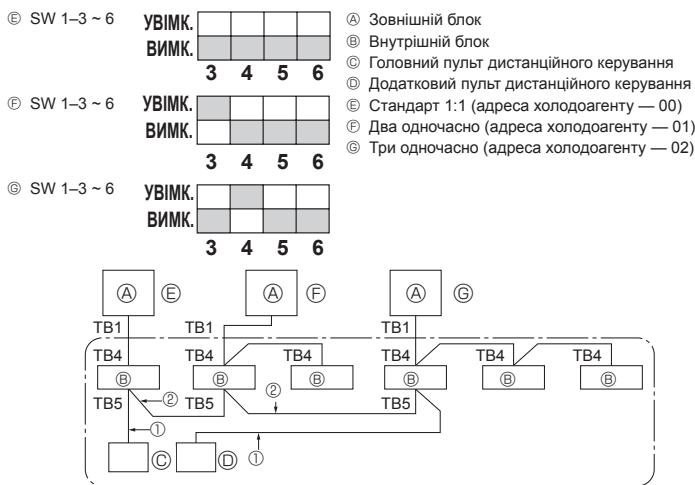

Fig. 9-1
① Потужність джерела живлення (автоматичний вимикач).
② Після закривання рідинного запірного клапана встановіть SWP-перемикач на панелі керування зовнішнього блока в положення «ON» (УВІМК.). Вмикається компресор (зовнішній блок) та вентилятори (внутрішній та зовнішній блок) та розпочинається процедура відкачування холодаагенту. Світлодіодні індикатори LED1 та LED2 на панелі керування зовнішнього блока загоряються.
9. Управління системою (Fig. 9-1)